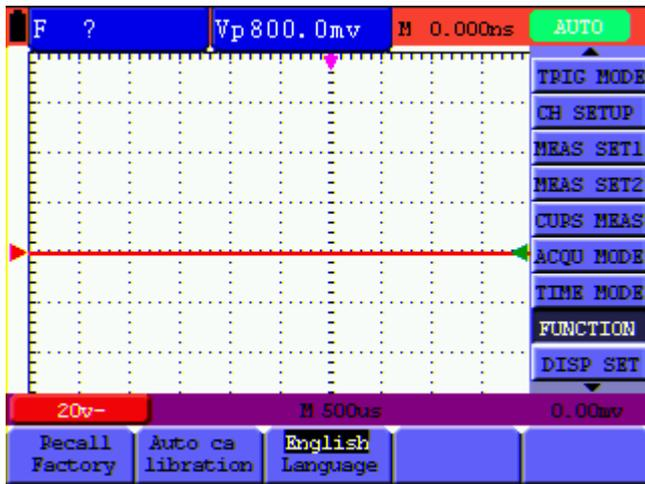

Рисунок 9. Восстановление заводских настроек осциллографа
4. Нажмите кнопку **F2**, чтобы выбрать опцию «Auto calibration». Если колебания температуры окружающей среды достигают или превышают 5°C, следует воспользоваться этой функцией автоматической калибровки. Но из-за тепла от дисплея и электронных компонентов прибора его функциональность не ухудшится. (см. рисунок 9)